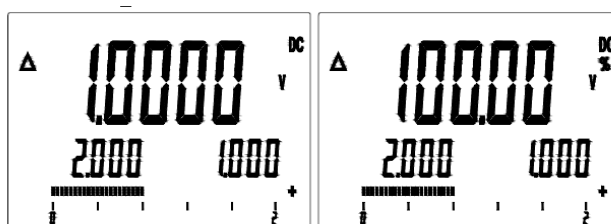

Рис. 9. Отображение ЖКИ в функции REL (Относит. измерения)
- Нажать однократно **REL** для выбора режима относительных измерений/ Relative. Прибор не может перейти в режим относительных измерений пока на дисплее будет текущее показание OL (перегрузка). Мультиметр переходит в ручной выбор диапазона в случае включения режима REL. Опорное значение (Ref) появится на втором вспомогательном экране. Новое измерение параметра будет отображаться на первом вспомогательном экране. Абсолютная разница между эталонным и новым измерением отображается на главном индикаторе (см. рис. 9).